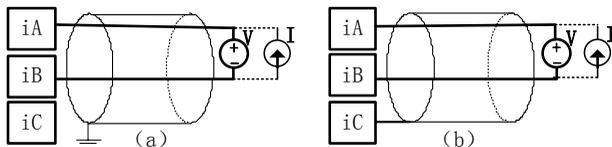

图 4-2-12 电压型有源输入接线方法
(3) 电压/电流输入：电压和电流信号输入分为有源和无源。有源电压或电流信号的正极接 iA 端子，负极接 iB 端子。屏蔽端可以连接电源地，如图 4-2-12 (a) 所示。也可以连接控制器的测量地 iC 端上，如图 4-2-12 (b) 所示。